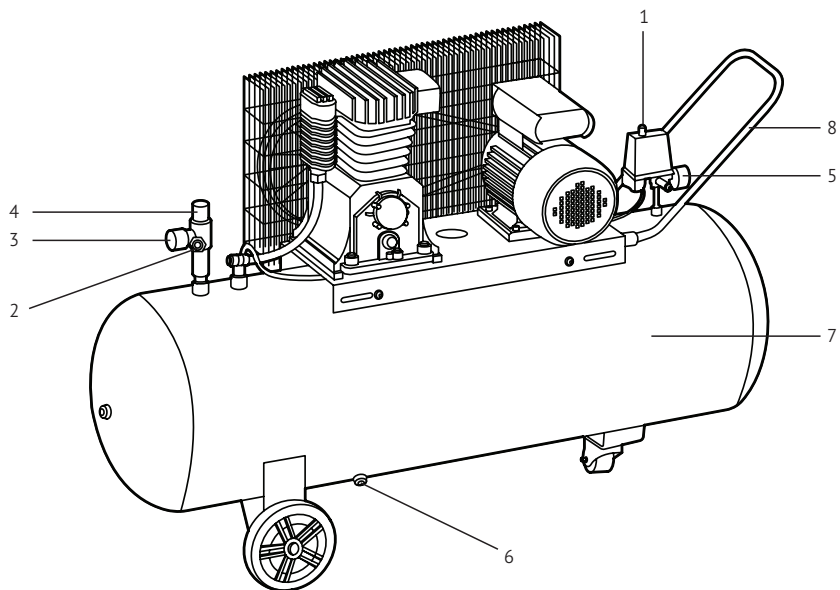
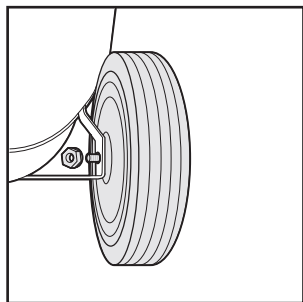
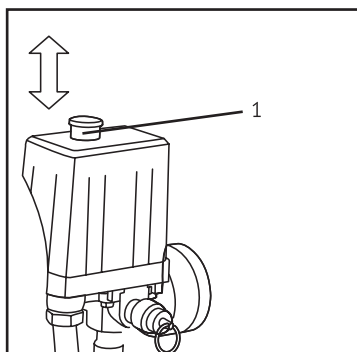

Рис. 1
Рис. 2
Рис. 4
- Прикрутите транспортировочные колеса (рис. 2) и рукоятку (рис. 1, поз. 8) к компрессору.
- Установите выключатель, расположенный на реле давления в положение **вкл.** (Рис. 4, поз. 1). При первом включении или после долгого перерыва позвольте работать компрессору 10 мин. на холостом ходу. Это необходимо для обеспечения смазки всех необходимых узлов компрессора.
- Регулировка давления осуществляется при помощи регулятора выходного давления (рис. 1, поз. 4). Остановка компрессора производится путем нажатия на выключатель, расположенный на реле давления. Рис. 4 поз. 1
- Давление в ресивере можно проверить по показаниям манометра (Рис. 1, поз. 5).